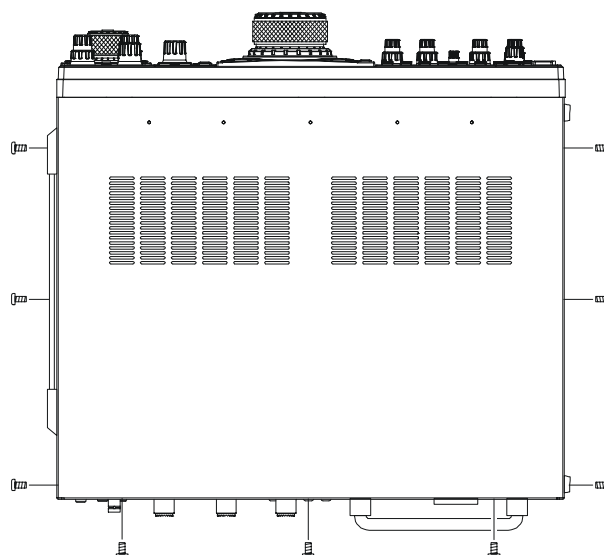

FIGURE 1
3. En se référant à la figure 1, enlever les trois vis de chaque côté du transceiver, et trois vis du bord supérieur du panneau arrière. Glisser le couvercle supérieur vers l’arrière environ de 1 cm puis enlever ce couvercle.